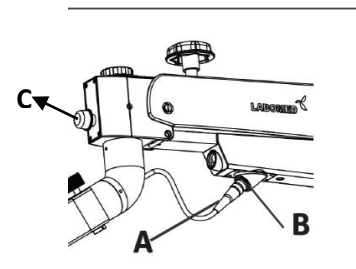

Figura 41a
3. Conecte el conector de 4 pines A a B para encender el sistema LED de Microscopio. Véase la figura 41a.